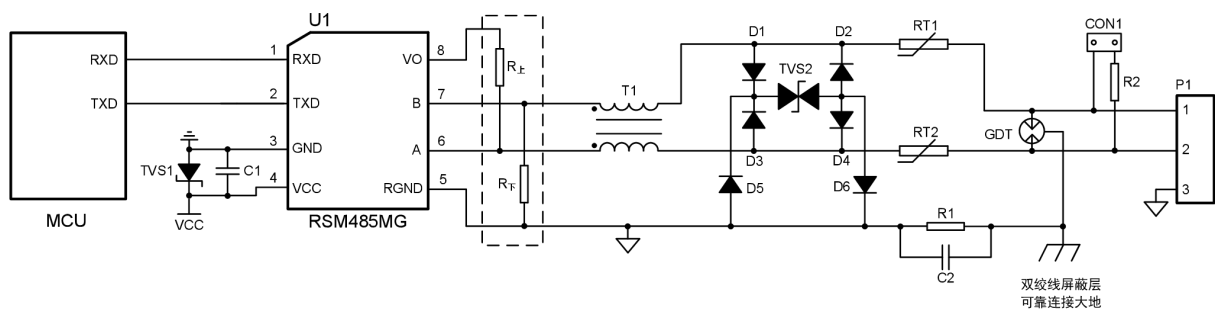

图 2 推荐应用电路
IEC/EN 61000-4-2 Contact ±8KV/Air ±15KV(图 2)	Perf.Criteria B
IEC/EN 61000-4-5 差模±2KV, 共模±4KV (图 2)	Perf.Criteria B
若需要满足特定的浪涌等级要求，建议使用图 2 所示推荐的保护电路，表 1 给出了一组推荐的器件参数，推荐电路图和参数值只做参考，请根据实际情况来确定适当的参数值。
(1) RSM485MG 供电电压为 5V 时，模块 TXD 和 RXD 脚接口匹配电平为 5V，不支持 3.3V 系统电平；RSM485MG 供电电压为 3.3V 时，模块的 TXD 和 RXD 脚接口匹配电平为 3.3V，不支持 5V 系统电平；
(2) 未使用引脚 5、8 时，请悬空此引脚；
(3) 数据传输线请选用带屏蔽的双绞线，同一网络的屏蔽层请单点接大地；若要求 RS-485 网络具有更好的抗干扰能力，可使用双层屏蔽双绞线，每个节点的 RGND 连接至内屏蔽层，外屏蔽层再单点连接至大地；
(4) 如图 2 所示电路及表 1 所示参数，结电容 $C_{(A-GND)/(B-GND)}=40\text{pF}(\text{typ}, 1\text{V}, 100\text{Hz})$ ，RSM485MG 模块在结电容 $C_{(A-GND)/(B-GND)}\leq 4.7\text{nF}$ 的情况下，可以保持 500kbps 的通信速率；随着结电容 $C_{(A-GND)/(B-GND)}$ 增高，通信速率需降低；当结电容 $C_{(A-GND)/(B-GND)}=10\text{nF}$ 时，通信速率需降至 9600bps；
(5) 用户使用时一定要避免 VO 脚与 RGND 脚短路，否则会损坏模块，另外 VO 脚最好只用于上拉电阻电路，不要用于其它电路供电；
(6) 当 RSM485MG 模块的 TXD 脚为高电平时，模块同时处于接收状态和发送高电平状态，因此若需接收数据，请确保模块的 TXD 脚处于高电平；
(7) 从真值表特性可知，该系列隔离 RS-485 收发器模块当 A/B 线差分电压大于等于-10mV 时，模块接收电平为高；当 A/B 线差分电压小于等于-200mV 时，模块接收电平为低；当 A/B 线差分电压大于-200mV 且小于-10mV 时，模块接收电平为不确定状态，设计时要确保模块不处于该状态。所以用户在设计或应用 RS-485 网络时，要根据实际情况来决定是否加 120Ω 终端电阻。当使用该系列模块组网节点数太少时，需要考虑在 A/B 线上各外加一个小阻值的上下拉电阻，外加上下拉电阻与模块内部 A/B 线自带上下拉电阻是并联的，从而调整 A/B 线压差，保证在不同节点时数据通讯都能正常。使用原则：不管 RS-485 网络处于静态或动态情况，都必须保证 A/B 线差分电压不在-200mV 与-10mV 之间，否则会出现通讯错误的现象。